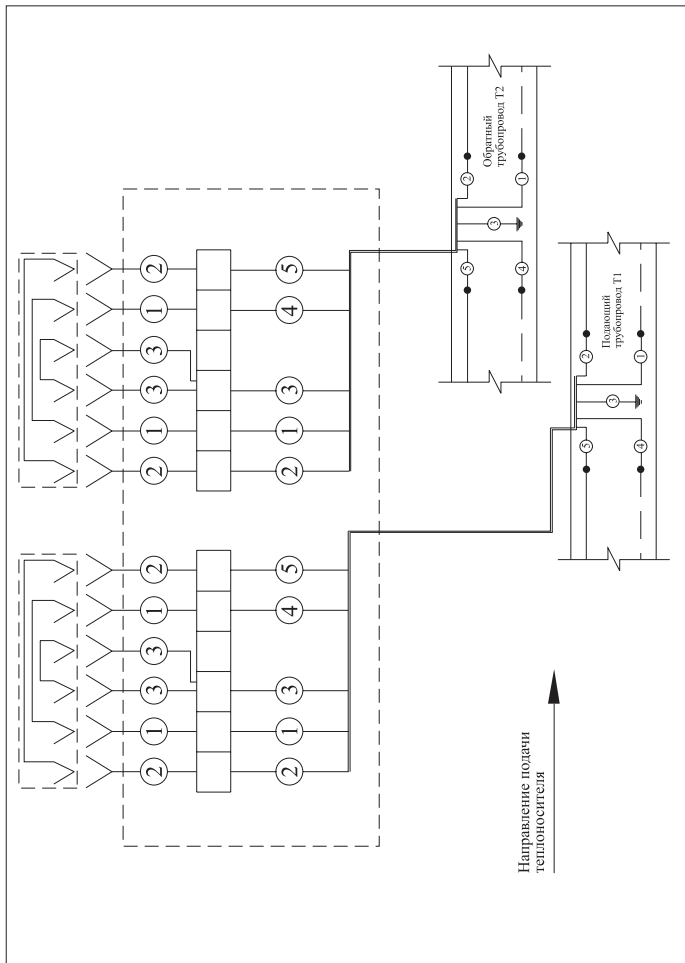
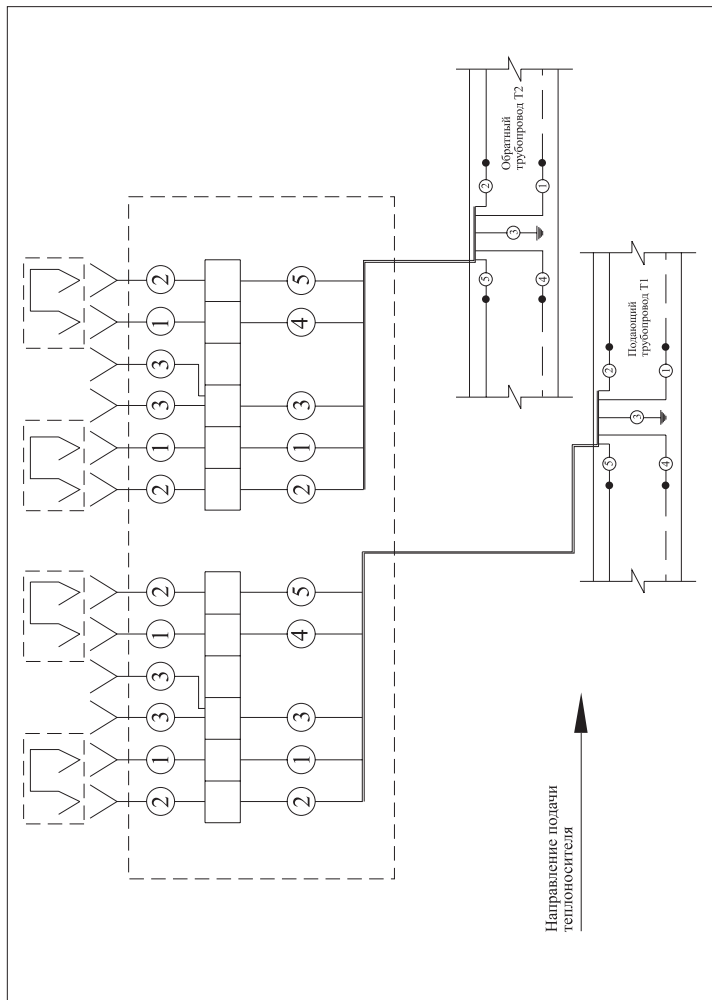
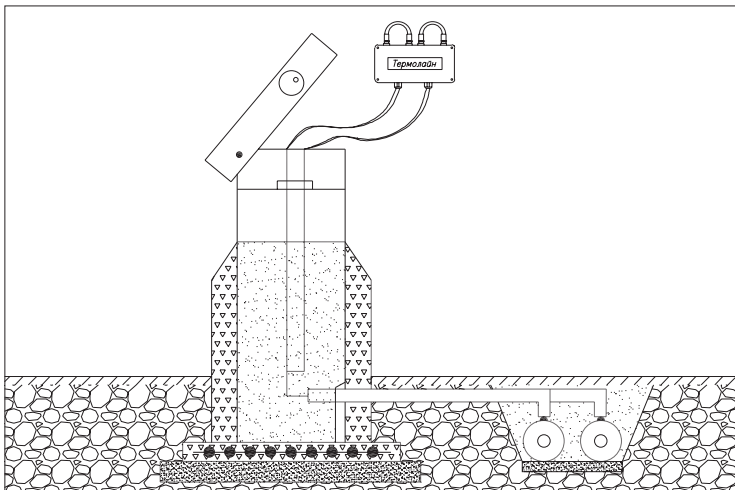

Рис. 4 «Соединение одной двухтрубной системы ОДК»
Рис. 5 «Разъединение/закольцовка одной двухтрубной системы ОДК»
Рис. 6 «Установка терминала в наземном ковре»
Подключение терминала к системе оперативного дистанционного контроля производить в соответствии с монтажной (**Рис. 6**) и электрической схемой (**Рис. 4, Рис. 6**).
5. При помощи отвертки зафиксировать провода **7** в клеммной планке **3**. Порядок соединения проводов указан на электрических схемах – **Рис. 4, Рис. 5**.
6. Для соединения системы ОДК монтаж проводников внутри терминала осуществлять по электрической схеме **Рис. 4**, а в разъем **2** установить перемычки наружные **12**.
7. Для разъединения/закольцовки системы ОДК монтаж проводников внутри терминала осуществлять по электрической схеме **Рис. 5**, а в разъем **2** установить заглушки коммутационные **10**.
| Номер на электрической схеме(Рис. 4, 5) | Цвет провода | Назначение провода | Направление провода |
9. Установить провода **7** в клеммную планку **3** на прежнее место (в соответствии с электрической схемой – **Рис 4** или **Рис. 5**).
10. При необходимости соединения системы ОДК в терминале – коммутацию проводников проводить по электрической схеме **Рис. 4**.
11. При необходимости разъединения/закольцовки системы ОДК в терминале – коммутацию проводников проводить по электрической схеме **Рис. 5**.